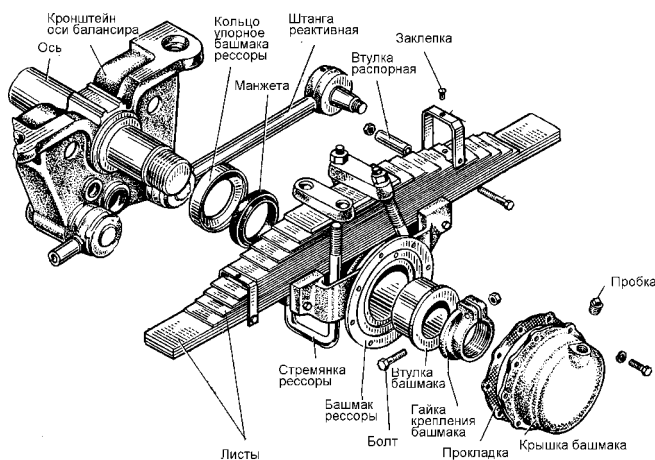

Рис. 208. Подвеска задняя
**Подвеска задняя автомобилей КамАЗ-53212, КамАЗ-55111 и КамАЗ-54112** (рис. 208), в отличие от задней подвески, изображенной на рис. 167, имеет балансирное устройство с одной осью, запрессованной в кронштейн оси балансира и выполняющей роль стяжки. Опоры рессоры и нижние реактивные рычаги для улучшения ремонтоспособности выполнены съемными. Опоры зафиксированы от перемещения установочными пластинами. Для ограничения хода мостов вниз на опорах рессор установлены ограничители качания мостов.